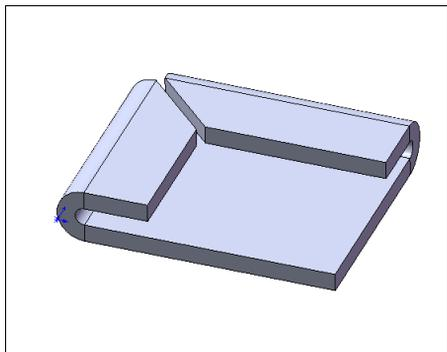

Рис. 4.17
- ◆ команда  — **Каемка** позволяет построить прямолинейную боковую сторону детали, которая будет располагаться параллельно основанию. Одновременно можно построить несколько одинаковых каемок от разных кромок (рис. 4.17). Для этого необходимо указать их длину, расстояние от каемок до базовой кромки и зазор между ними;